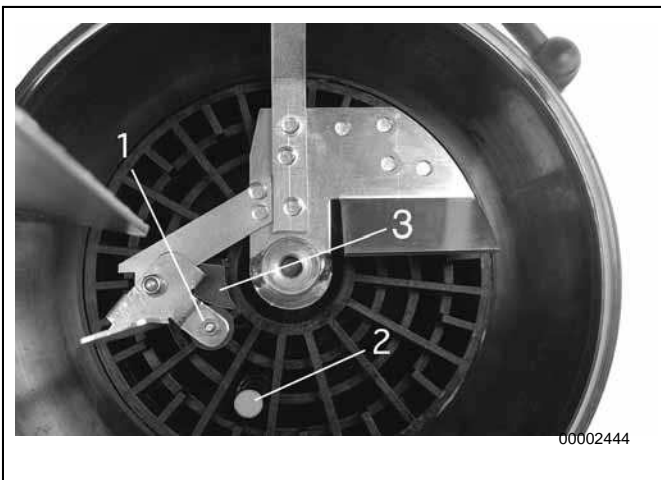

Fig. 35 Tomindikeringens rörliga delar
1) Alla positionsnummer refererar till fig. 35.